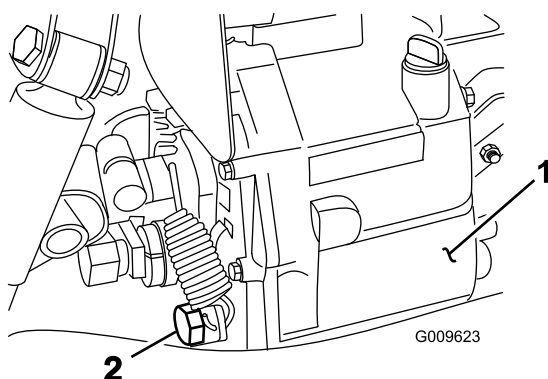

図 76
2. 油圧オイル・タンクの側面にあるドレン・バルブをゆるめ、流れ出すオイルを容器に受ける(図 76)。